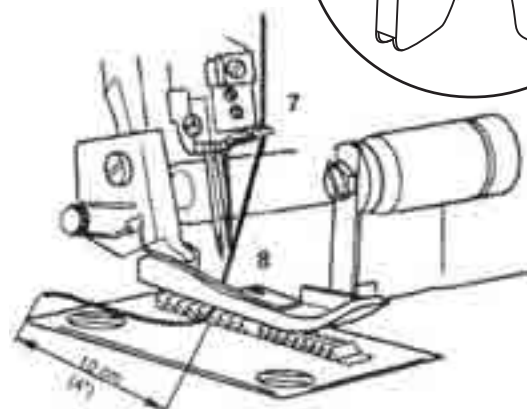

Fig. 28
5. Ghidați firul prin acul drept (8) (fig. 28).